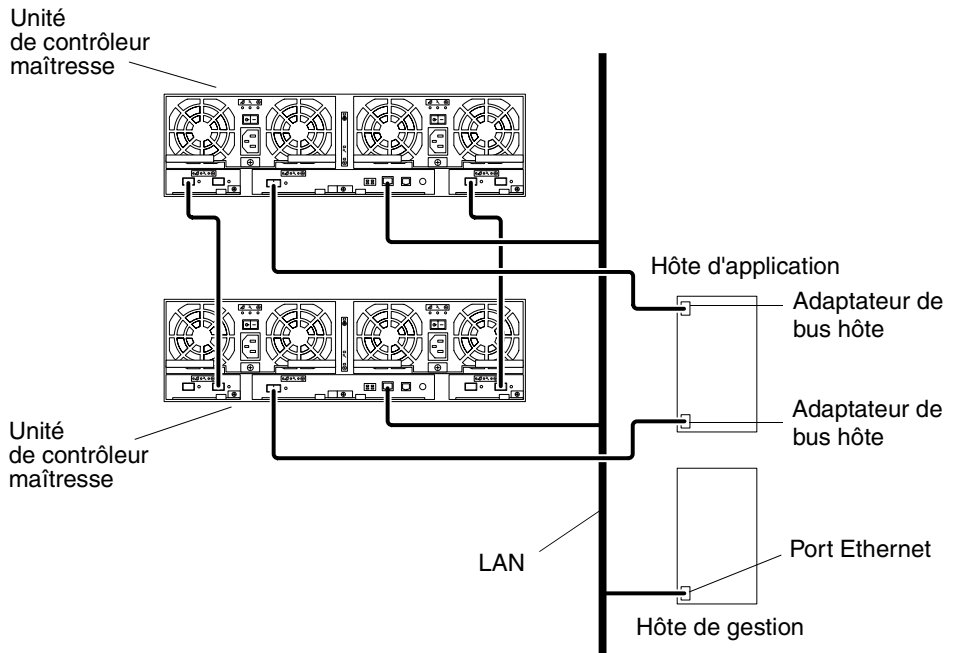

FIGURE 4-1 Exemple de configuration HA d'une baie
- Deux adaptateurs de bus hôte sont connectés à l'hôte d'application, comme l'illustre la FIGURE 4-1.